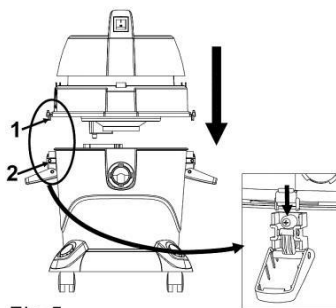

Fig.5
Paso 5: Inserte la parte 1 (en el cuerpo principal) en la parte 2 (de barril). Luego bloquee los pestillos (Fig. 5).